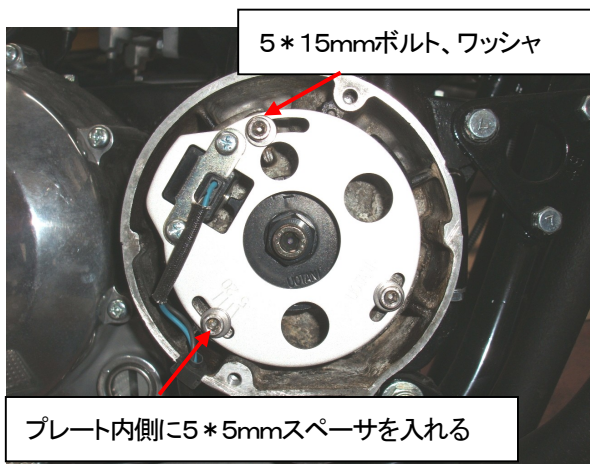

図3、SP2 タイミングプレート
- ③SP2 ピックアップコイルASSY(タイミングプレート付)を付属の5 \* 15mmボルト、5mmワッシャ、5 \* 5mmスペーサを使用して装着して下さい。ピックアップコイルのエアギャップを0.4~0.6mmに調整して下さい(図3、4、5)。
- ④9ページ「プラグコードコネクタ装着方法」に従ってプラグコードを SP2 コイルに装着して下さい。プラグコードノックキャップはリーク防止のため、新品又は良品を使用して下さい。